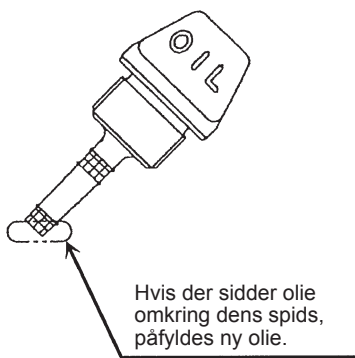
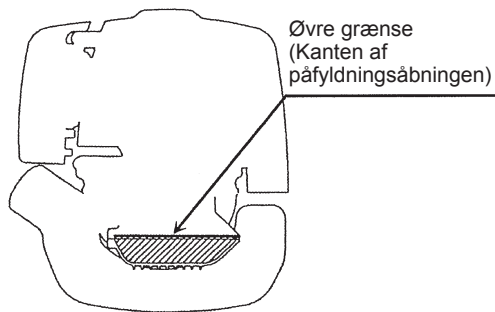

Fig. 1
Fig. 2
- Med motoren holdt vandret, fjern oliemålerpinden og kontroller at olien er fyldt op til mellem de øvre og nedre grænsemærker. Når der mangler olie på maskinen, sådan at oliemålerpinden kun rører ved olien med spidsen, især med oliemålerpinden indsat i krumtaphuset uden iskruning (Fig. 1), påfyldes ny olie til op i nærheden af åbningen (Fig. 2).
(1) Hold motoren vandret og fjern oliemålerpinden.
(2) Fyld olie op til kanten af oliepåfyldningsåbningen. (Se Fig. 2 på den foregående side).